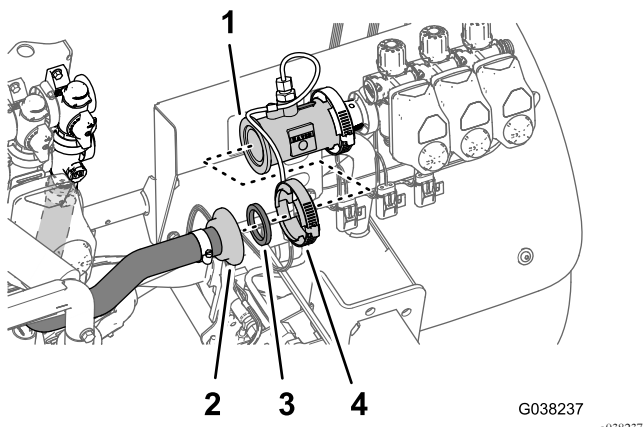

图55
5. 将在 从阀门歧管卸下流量表 (页码 9) 的步骤 3 中卸下的流量表软管宝塔凸缘接头和垫片与流量表入口的法兰对齐图55。
6. 使用在 从阀门歧管卸下流量计 \(页码 9\) 的步骤 1 中卸下的夹具 图55 将流量计软管固定到流量表上。